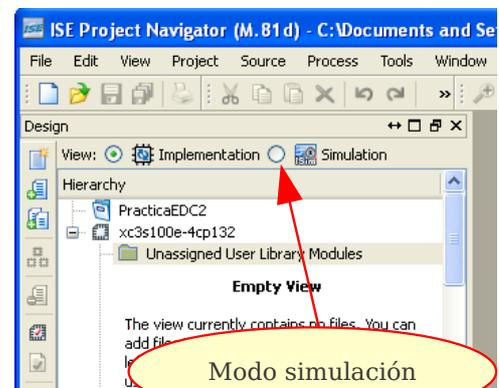

Figura 8. Modo simulación
2. Establezca el modo de simulación en el proyecto (figura 8). Añada al proyecto los 4 ficheros mediante la opción de menú **Add Source** del menú **Project**. Los ficheros son los indicados a continuación teniendo en cuenta los siguientes aspectos en cada uno de ellos:
1. Cambiar el proyecto ISE del modo simulación al modo implementación tal y como se mostraba en la figura 8